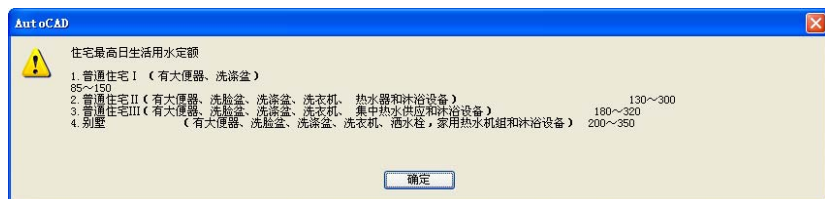

图 3-24 【AutoCAD】提示对话框
- “用水定额（L/人天）”选项：在文本框中定义人均用水定额，单击“用水定额（L/人天）”按钮，系统弹出如图 3-24 所示的【AutoCAD】提示对话框，显示了各类住宅中器具的用水定额范围。